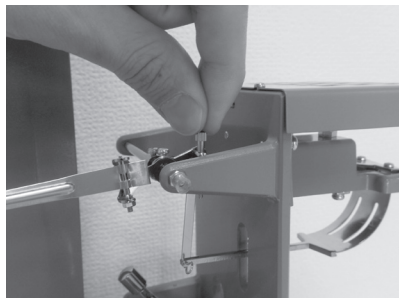

図9. 微調整ネジ (温度)
- ・微調整をおこなう場合は、ペンアームの元にある微調整ネジを、右に回すと示度は低くなり、左に回すと高くなります。〈図9・10〉